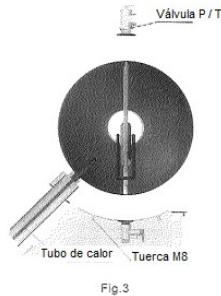

Fig.3
A. Coloque el tanque de agua simétricamente en el marco de soporte y asegúrelo con 4 juegos de tuercas M8, consulte (Fig. 3)